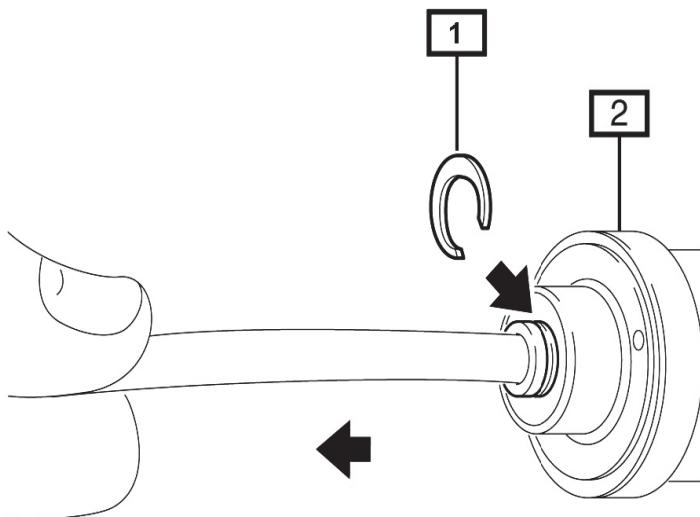

Fig. 7:
- Fig. 7 Sicherungsring (1) am Rohrabschluss des PDC Proportionalventil (2) montieren.
- Fig. 7 Place the lock ring (1) on the pipe connection for the PDC proportional valve (2).
- Fig. 7 Monter le circlip (1) sur le raccordement tubulaire de la soupape proportionnelle PDC (2).
- Fig. 7 Montar la anilla de seguridad (1) al conector de tubos de la válvula proporcional PDC (2).